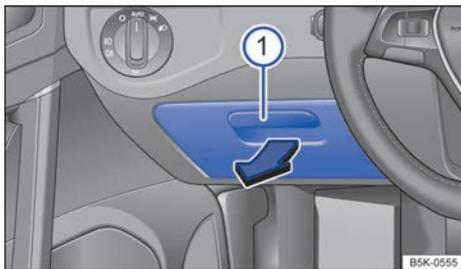

Fig. 148 En el lado del conductor: portaobjetos.
Para *abrir* el portaobjetos, tire de la manilla → fig. 148 ① en el sentido de la flecha.